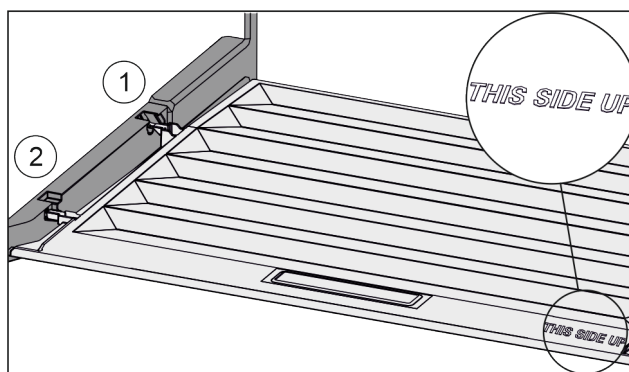

Fig. 46
- ▶ Robova predala vstavite nad odprtino zadnjega držala Fig. 46 (1), spredaj pa ju zataknete v držalo Fig. 46 (2).